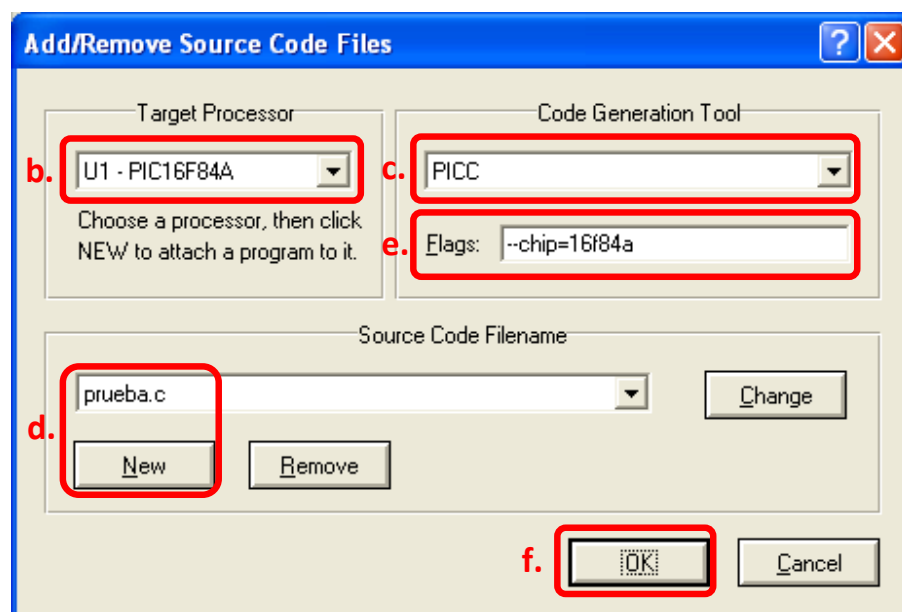

Figura 9.
- Seleccione la opción del menú **"Source→Add/Remove Source files"** para abrir la ventana de configuración (figura 9).
- El archivo seleccionado queda disponible como opción del menú **"Source→Prueba.c"** (figura 9). Haga click sobre este para abrirlo con el editor de configurado. Si no se configuró uno lo abrirá con el editor de texto interno.